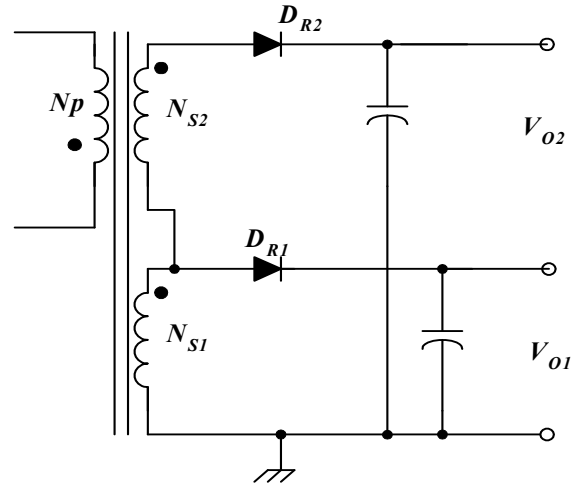

图 11 堆叠缠绕在其他线圈之上
- **堆叠缠绕在其他线圈之上**：相同电极具有共同点的多路输出的常见缠绕技术为堆叠次级线圈，无需分别缠绕每个输出线圈，如图 11 所示。这种方法会改善堆叠输出的负载调节，减少次级线圈的总圈数。最低电压输出的线圈可以充当回路和更高级电压输出的一部分线圈圈数。最低电压输出和更高级电压输出的线圈圈数可以充当其后各级输出的线圈圈数。每个输出的绕线大小必须能够容纳其输出电流及其所有堆叠输出的输出电流总和。